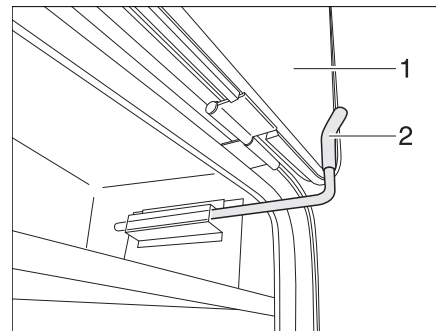

Fig. 53 Crochet de sécurité du portillon extérieur, position de blocage
- Ouvrir le portillon extérieur (Fig. 53,1) et le rabattre vers le haut contre la paroi du véhicule.
- Tourner le crochet de sécurité (Fig. 53,2) vers le haut et coincer le portillon extérieur (Fig. 53,1) derrière celui-ci.
- Tirer le crochet de sécurité (Fig. 53,2) et le tourner vers le bas.